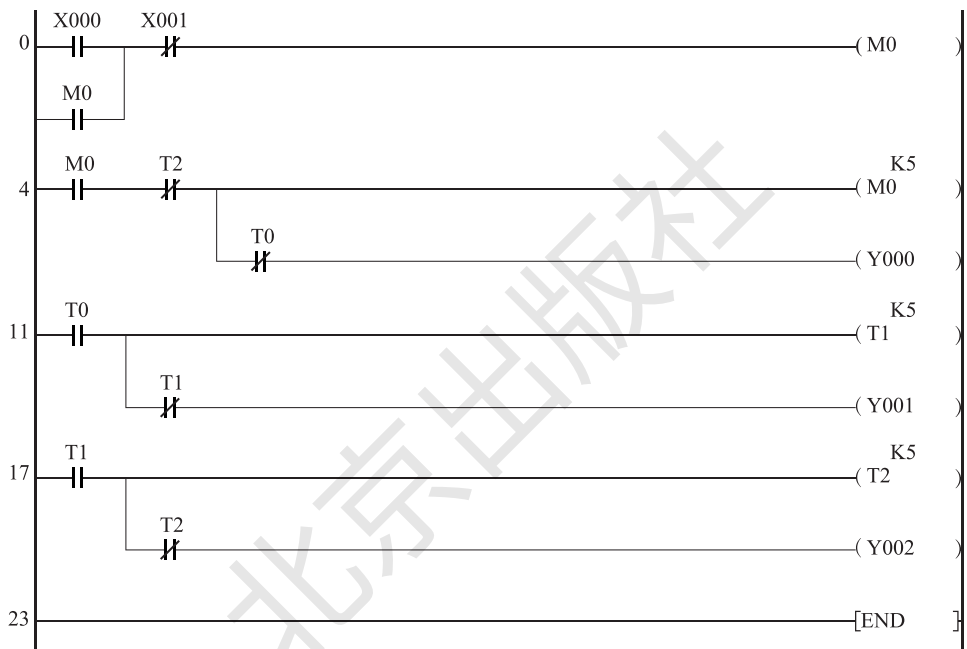

图 1-4-6 梯形图实例
4. 按照图 1-4-6 进行编辑，输入梯形图，按 F4 进行变换。图 1-4-6 中为单 3 拍步进电动机的模拟程序，X0 与 X1 分别为开、关输入，Y0、Y1、Y2 为三相输出，连接步进电动机的三对绕组。第 0 行，当按下 X0 后，中间继电器 M0 接通，从而常开触点 M0 闭合，此后除非按下 X1，否则 M0 一直保持接通状态。第 4 行，M0 接通后，定时器 T0 开始计时，与常闭触点相连的 Y0 接通为 ON，T0 的设定时